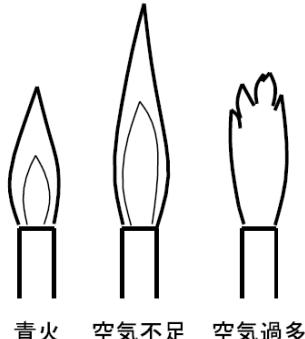

図 8-18
2) 炎の点検・空気調整(図 8-18,19)
- ・炎が正常な状態であることを確認します。(図 8-18)